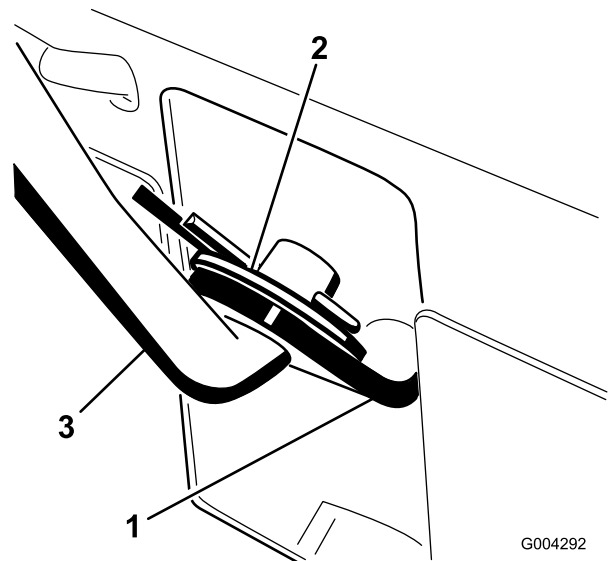

Bild 6
3. Bauen Sie die Schalthebelstange im Schalthebelarm ein, bringen Sie eine Unterlegscheibe an der Stange an und befestigen Sie diese mit einem Splint (Bild 6).
1. Ziehen Sie den Schalthebelarm (Bild 6) ganz heraus.